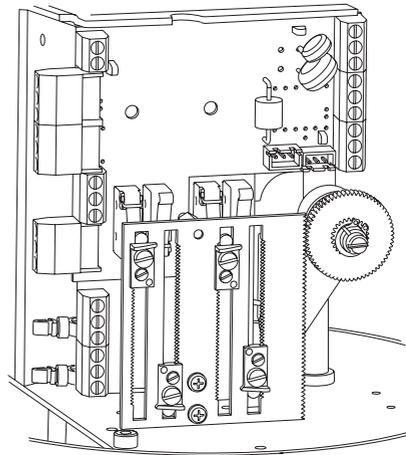

Abb. 22
- Erneut die Schaltplatte montieren (Abb. 22).